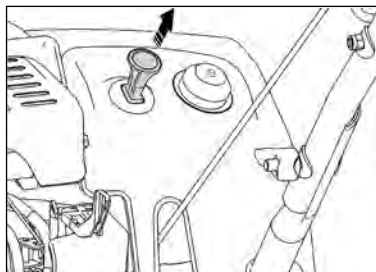

Рис. 14
2. Вытащите ключ запуска до положения «стоп» (рис. 14).